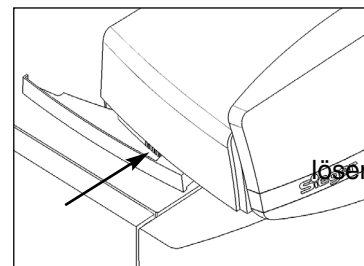

Abb. 2
- Haube durch beidseitiges Drücken der Verriegelung und nach oben entfernen (Abb. 2)